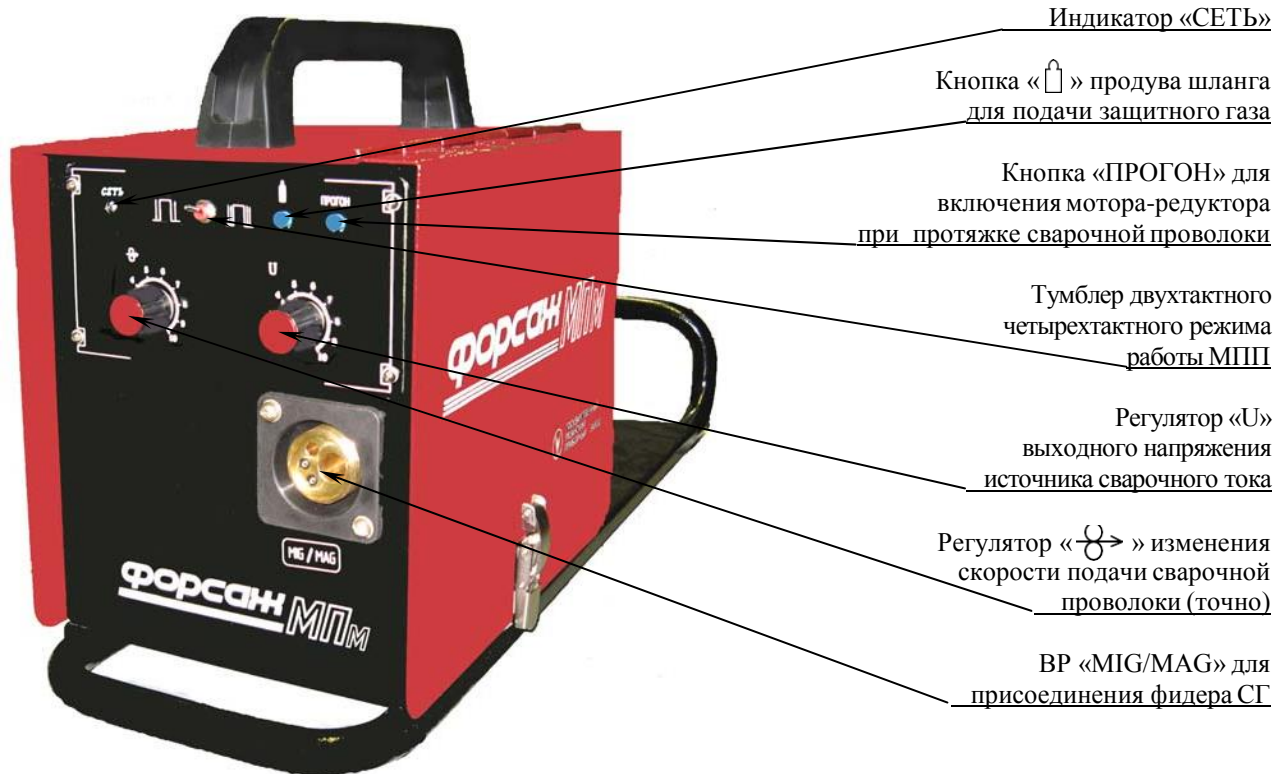

Рисунок 4.1 - Общий вид МПП ВИАМ.683189.006 (вид спереди)
4.1.2 На передней панели расположены (рисунок 4.1):